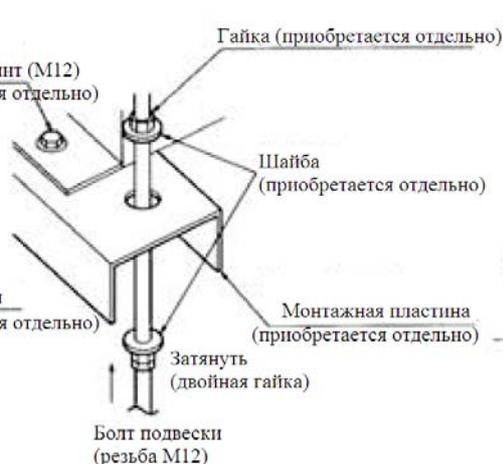
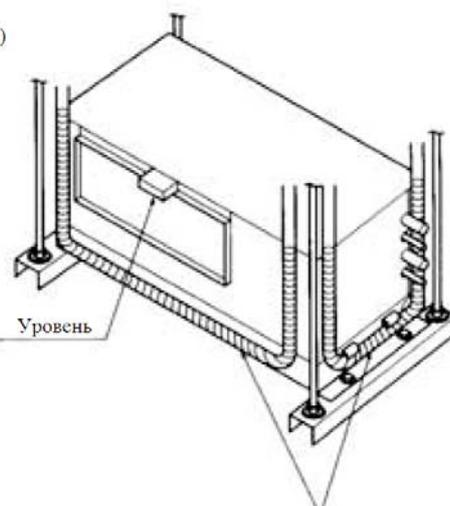

Рис. 6
Рис. 7
- (1) Закрепите блок на монтажной плите (приобретается отдельно) в четырех местах с помощью винтов М4.
- (2) Соедините монтажную плиту с болтом подвески. Зафиксируйте ее с помощью шайб и гаек с верхней и нижней сторон скобы (см. Рис. 6).
- (3) Отрегулируйте высоту установки блока.
- (4) Убедитесь, что поверхность блока горизонтальна (см. Рис. 7).
- (5) Затяните верхние гайки.